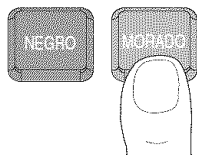

Figura 3
**NOTA:** Si su puerta es seccional, asegúrese de que los ajustes al límite no hagan que el brazo de la puerta se mueva más allá de una posición recta hacia arriba y hacia abajo. Vea Figura 3 en la página 25.